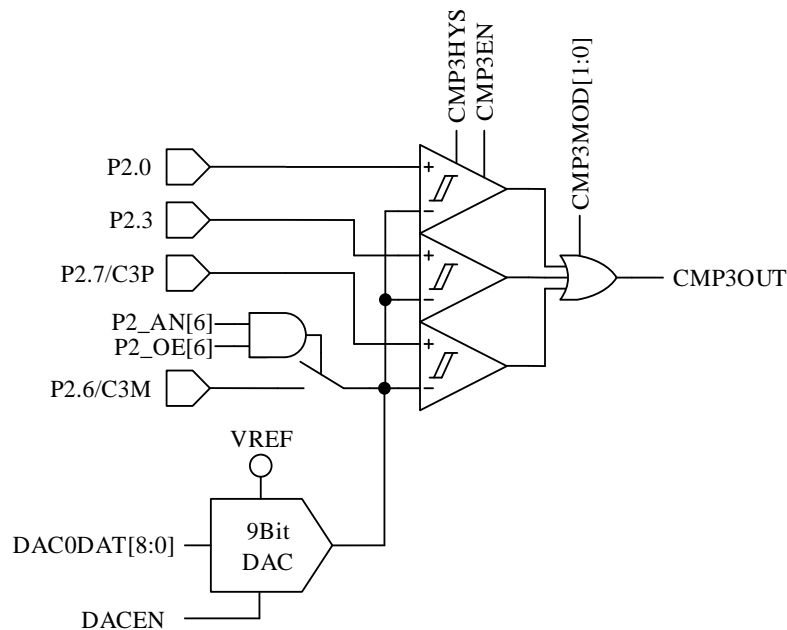

图 28-4 三比较器输入模式
- c) 配置 CMP\_CR1[CMP3MOD] = 1X，CMP3 为三比较器输入模式，具体输入输出端口及接法如图 28-4 所示